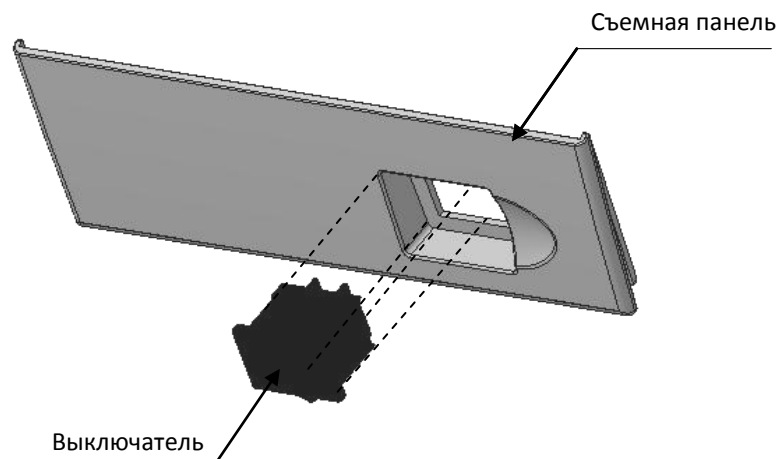

Рисунок 18. Установка выключателя сетевого кабеля с выключателем на съемной панели
- **Кабель сетевой с выключателем** (подробнее о сетевом кабеле смотрите в «Альбоме схем») вставляется в прорезь (отверстие) с внешней стороны передней съемной панели нижней части корпуса изделия и протягивается до упора, при этом выключатель сетевого кабеля необходимо плотно зафиксировать на съемной панели таким образом, чтобы знак «О» выключателя располагался слева (смотрите рисунок 18 на странице 20).